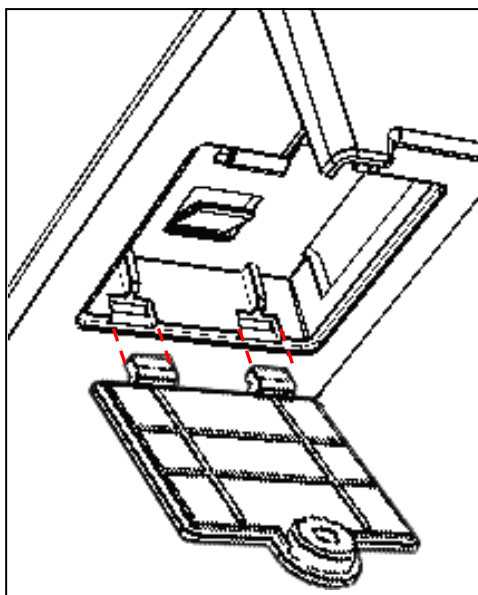

Рисунок 15. Извлечение крышки отсека для ФН (ФН условно не показан)
- 1) в первую очередь совместить наклейку и посадочную поверхность верхней части корпуса изделия в области **А** (см. рисунок 15);